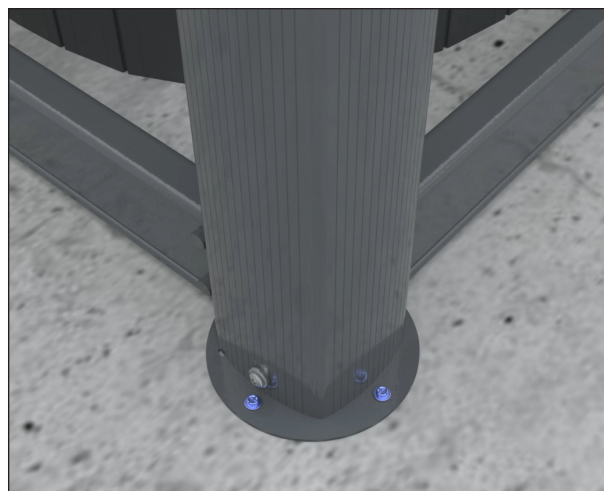

FIGURE 52: ANCRER LES VÉRINS À LA FONDATION
8. Les quatre vérins du couvercle doivent maintenant être ancrés à la fondation par au moins un des trous sur le pied de chaque colonne télescopique, voir Figure 52. Utiliser un ancrage à béton de 6 mm (1/4 po) pour socle de béton ou un tirefond de 6 mm (1/4 po) pour fondation en bois et insérer à une profondeur d'au moins 30 mm (1 1/4 po). S'il est impossible de respecter ces exigences, installer un ensemble de PLAQUES DE MONTAGE NON PERMANENTES.